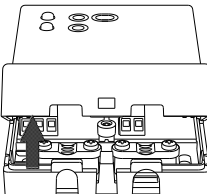

Fig. 3
- 3 Drej kabellåget og fjern det helt (Fig. 3).
- 7 Placer kabellåget på bunden og drej det mod bunden. Skub kabellåget, indtil lukkeanordningen i form af en lille plastikant hopper ind i hullet på den nederste side af kabellåget (Fig. 3).